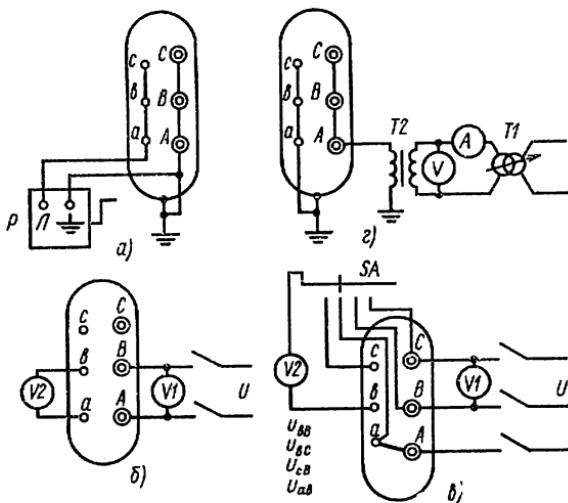

Рис. 98. Схемы измерения:
между обмоткой ВН и баком при заземленной обмотке НН (рис. 98, а); между обмоткой НН и баком при заземленной обмотке ВН; между соединенными между собой обмотками ВН и НН и баком. Сопротивление изоляции при 10 °С должно быть в пределах 800—600 МОм.
**Определение коэффициента трансформации.** Коэффициент трансформации определяют методом двух вольтметров (рис. 98, б). На вводы НН подают напряжение порядка 100—400 В. С помощью вольтметров  $V1$  и  $V2$  измеряют поочередно напряжение на всех ступенях напряжения обмоток ВН и НН. Вольтметр  $V2$  присоединяется через трансформатор напряжения. Определяют коэффициент трансформации для всех фаз и ступеней. Допустимое отклонение коэффициента от расчетного должно быть  $\pm 0,5\%$ , отклонение по фазам 1—2 %.
**Определение группы соединения обмоток.** Определение группы выполняют методом двух вольтметров (рис. 98, в)  $V1$  и  $V2$ . Вводы  $A$  и  $a$  испытуемого трансформатора соединяют. К одной из обмоток подводят напряжение 220 В и измеряют поочередно напряжения между вводами  $b-B$ ,  $b-C$  и  $c-B$ . По измеренным напряжениям и полученным коэффициентам трансформации по справочным таблицам находят группу соединения обмоток.
**Испытание прочности изоляции между обмотками ВН и НН и каждой из них относительно бака** (рис. 98, г). С помощью автотрансформатора  $T_1$  (рис. 98, г), подключенного к сети переменного тока промышленной частоты 50 Гц, плавно поднимают напряжение трансформатора  $T_2$  до 35 кВ для масляных трансформаторов и 23 кВ для сухих с номинальным напряжением 10 кВ. Если в течение 1 м не наблюдается потрескивания или перекрытия, стрелки вольтметра и амперметра не изменяют своих показаний, плавно снижают напряжение до нуля и считают, что трансформатор выдержал испытания.